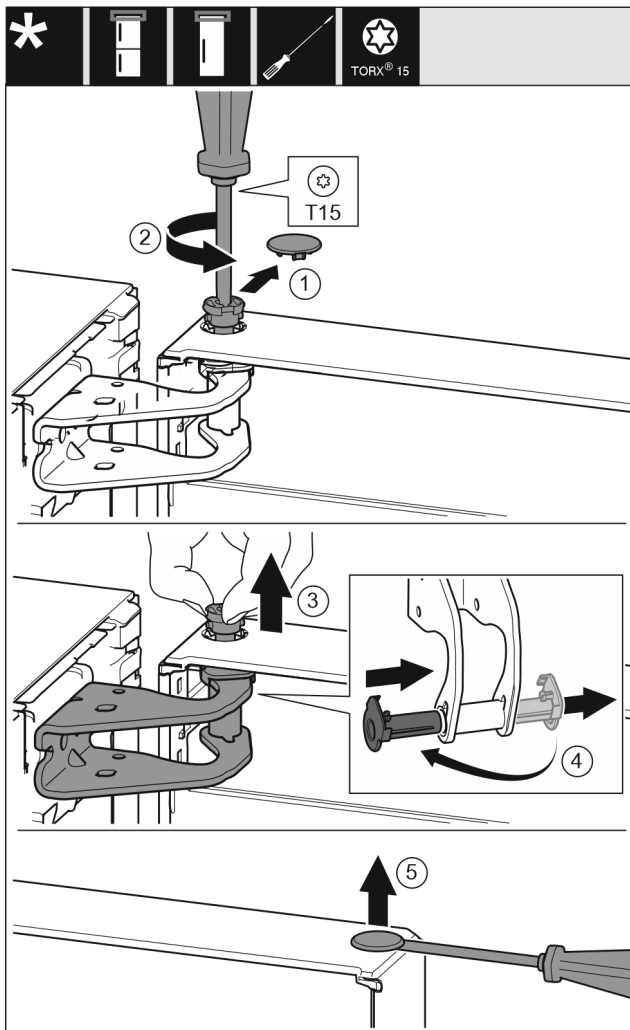

Fig. 6
- ▶ Обережно зніміть запобіжну кришку. Fig. 6 (1)
- ▶ Трохи викрутіть гвинт за допомогою викрутки T15. Fig. 6 (2)
- ▶ Притримуйте дверцята і витягніть палець руками. Fig. 6 (3)
- ▶ Витягніть із прямої опорної втулки. Встановіть і зафіксуйте з іншого боку. Fig. 6 (4)
- ▶ За допомогою шлицевої викрутки обережно підійміть пробку із опорного втулка дверцят та витягніть її. Fig. 6 (5)